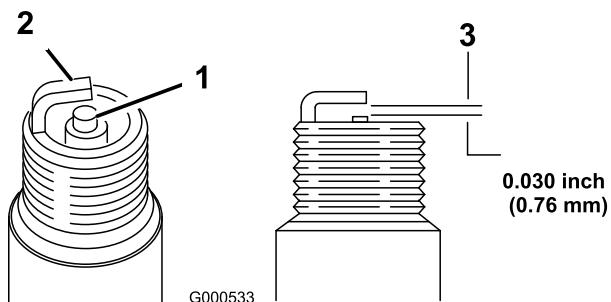

Рисунок 31
- Установите в свече зазор, равный 0,76 мм (Рисунок 31).